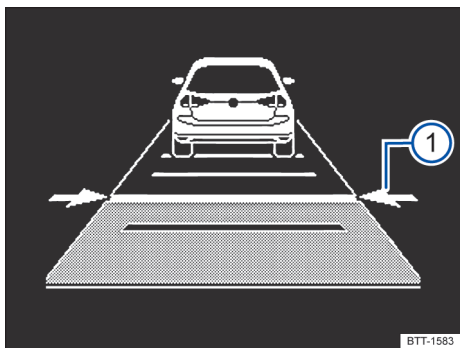

Fig. 149 No display do instrumento combinado: ajustar a distância (representação esquemática, ACC regula).
O display do instrumento combinado exibe o nível ajustado → Fig. 149 ①. Observar os requisitos para a distância mínima específicos do país.